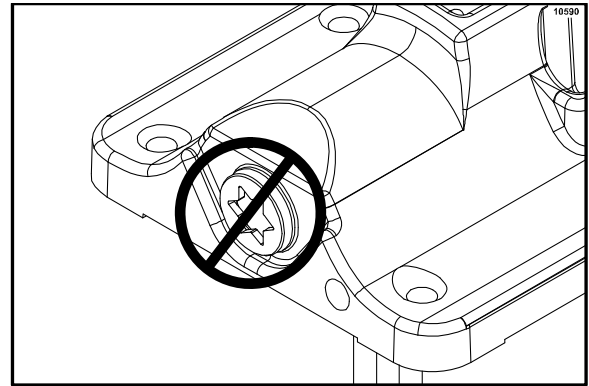

Рисунок 104
**Примечание:** не пытайтесь снять с двери дизайн в форме звезды. Этот дизайн в форме звезды является частью двери и НЕ ПРЕДНАЗНАЧЕН для того, чтобы его снимали. (См. рис. 104)